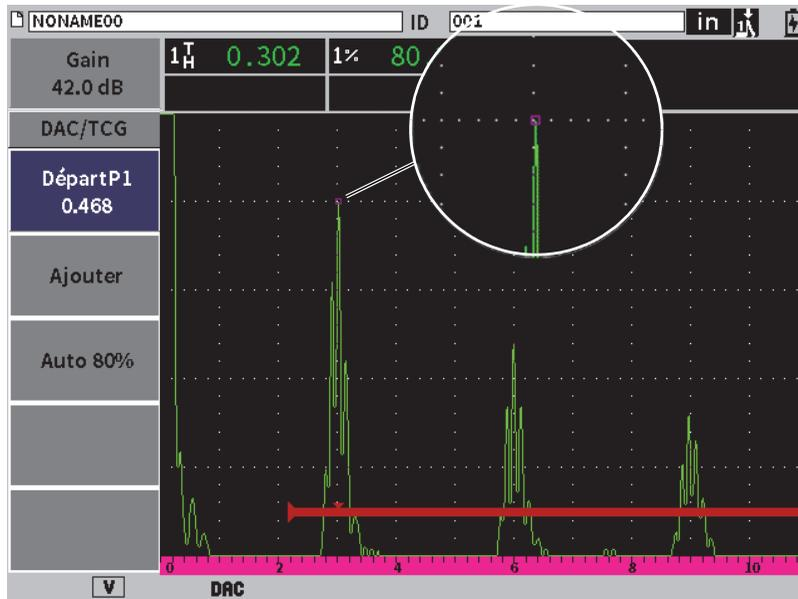

Figure 11-4 Premier point DAC
2. Appuyez sur la touche de tabulation pour sélectionner le paramètre **Ajouter**, et puis sur la touche d'entrée pour ajouter le premier point (voir Figure 11-4 à la page 182).